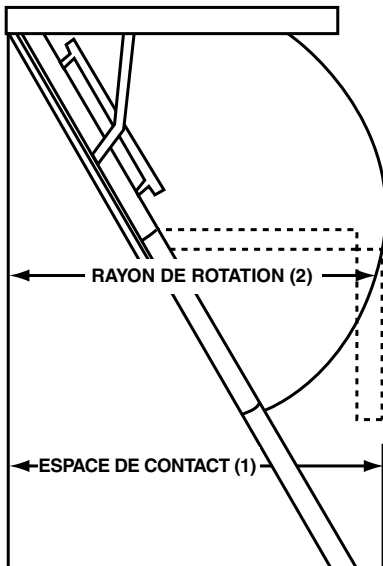

FIGURE 1 – ÉCHELLES EN BOIS
- Prévoyez une zone suffisante pour un espace de contact d'arrivée au sol en bas de l'échelle. Assurez-vous qu'il y a assez d'espace pour le déploiement de l'échelle quand il est déplié sur toute sa longueur (Voir la FIGURE 1 pour l'espace de contact et la projection ; comparez les hauteurs de plafond montrées sur le carton d'emballage avec la même hauteur de plafond au TABLEAU A, pour déterminer les besoins adéquats en espace de contact au sol et en projection).